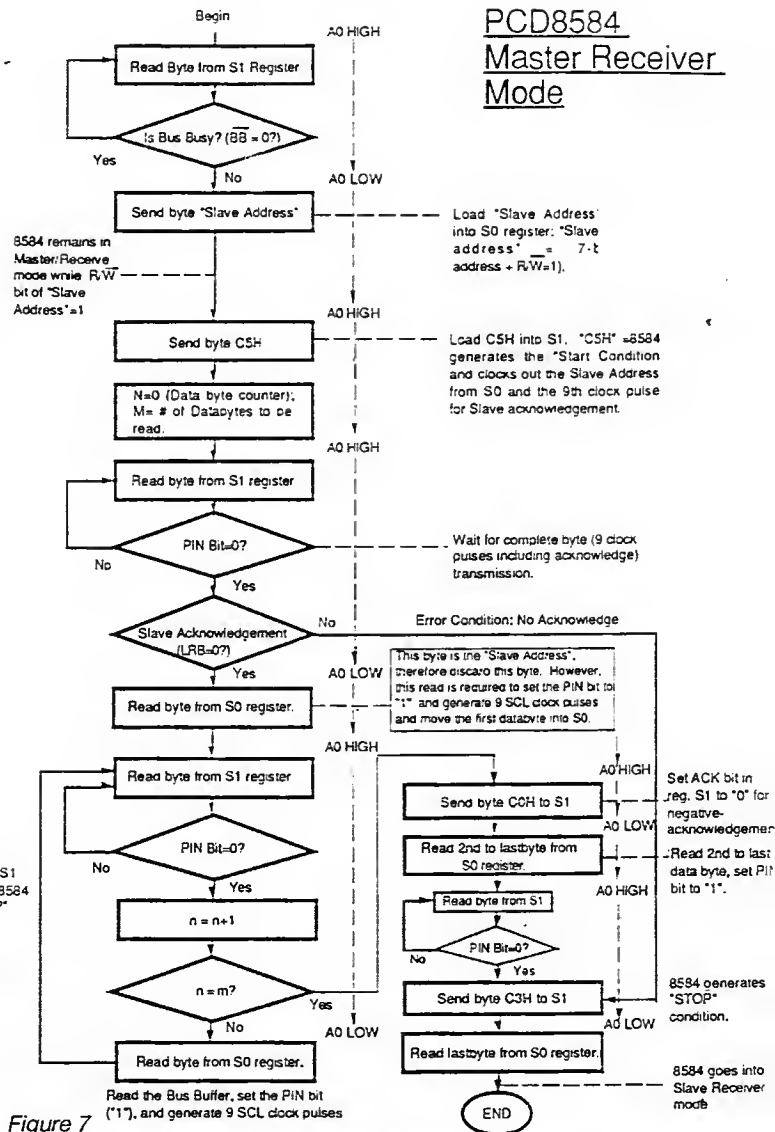

Figure 7
- Maître récepteur, **figure 7**.